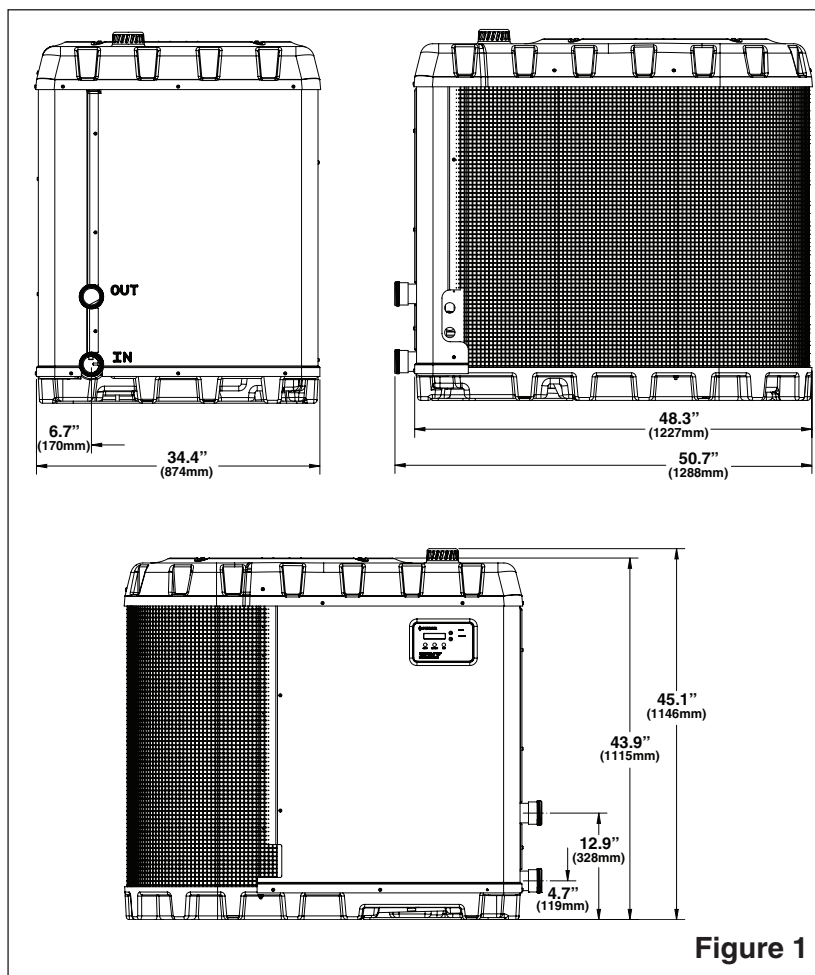

Figure 1
- Dimensions des branchements critiques (Voir **Figure 1** à la page 2).